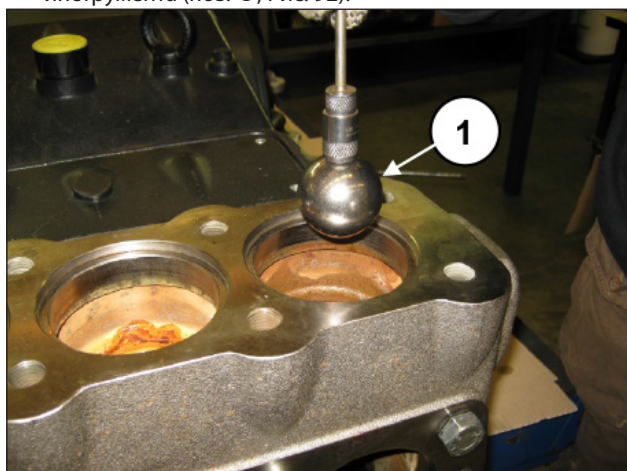

Рис. 92
Д) Извлеките сферы с помощью магнита или другого инструмента (поз. ①, Рис. 92).